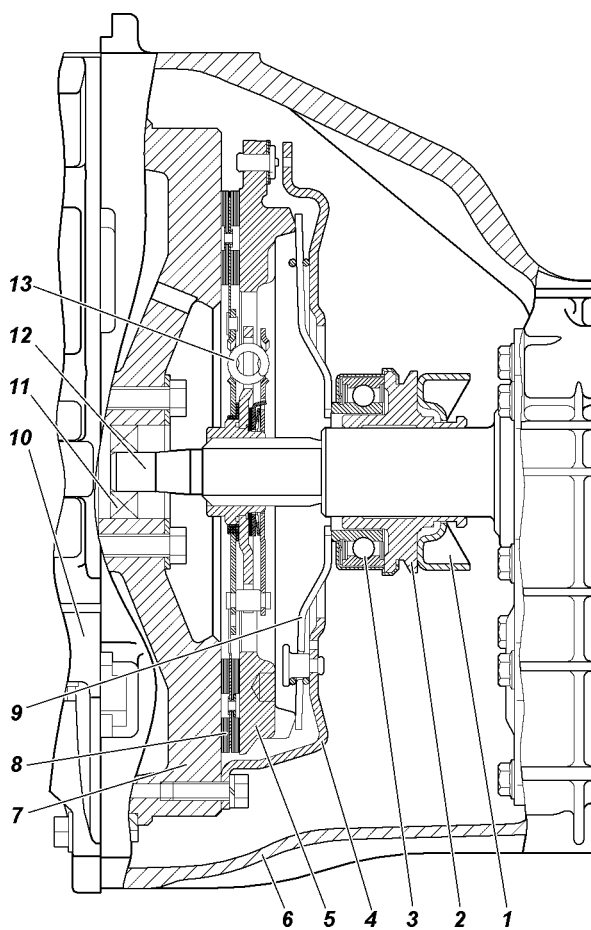
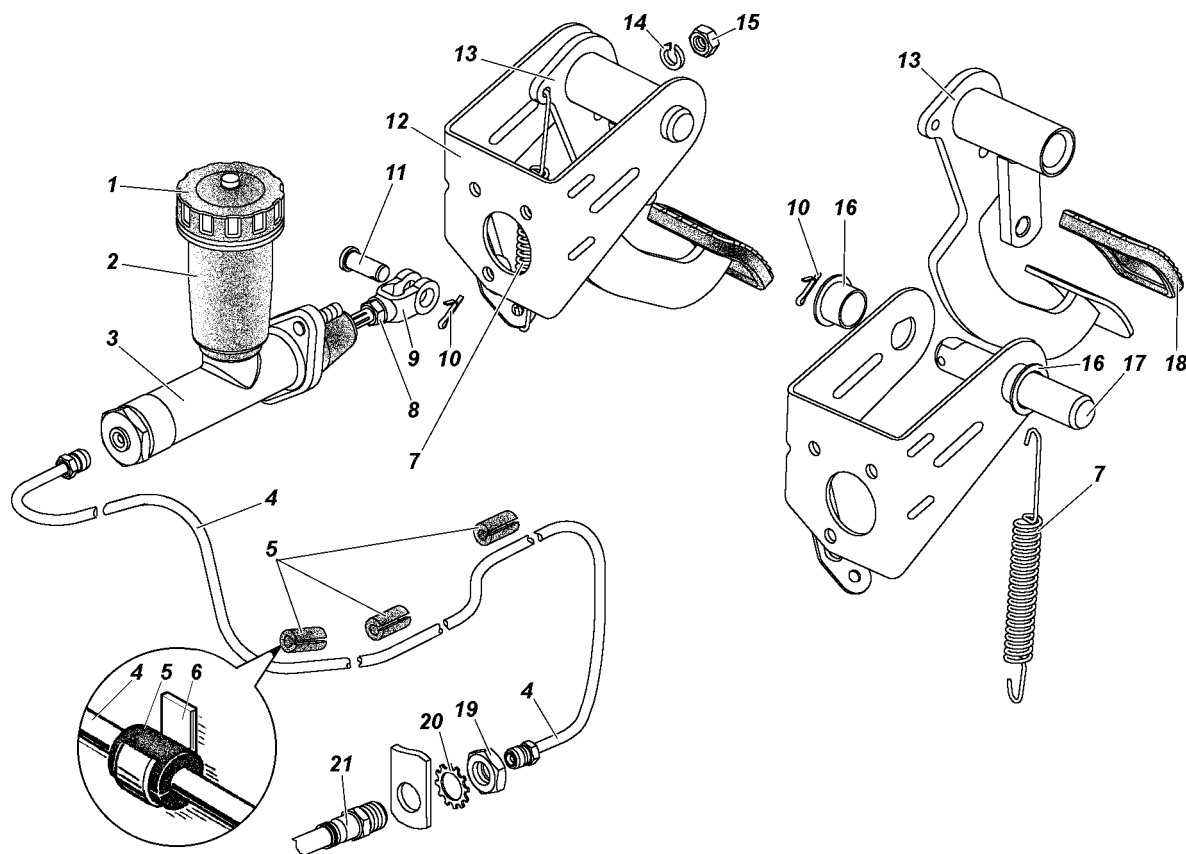

Рис. 5.1. Сцепление:
Рис. 5.2. Привод выключения сцепления (педаль, главный цилиндр и трубопровод):
Сцепление (рис. 5.1) автомобиля сухое, одно-дисковое, с центральной нажимной пружиной диафрагменного типа. Привод выключения сцепления (рис. 5.2, 5.3) - гидравлический.
4. Снимите муфту 2 (см. рис. 5.1) с подшипником 3 и вилку 1 выключения сцепления с крышки первичного вала коробки передач.
- снимите натяжную пружину 7 (см. рис. 5.2) педали выключения сцепления;